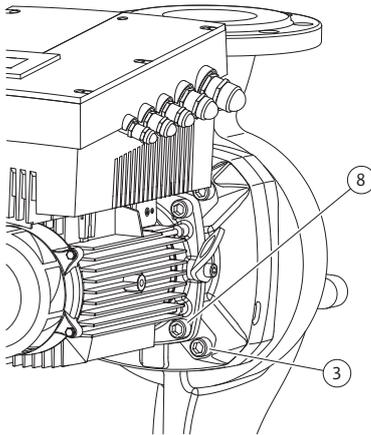

Fig. 49: Optionale Befestigung des Einstecksatzes
11. Die Schrauben (Fig. 7, Pos. 3) lösen und entfernen. Je nach Pumpentypen sind die äußeren Schrauben (Fig. 49, Pos. 3) zu nehmen. Der Einstecksatz (siehe Fig. 13) bleibt nach dem Entfernen der Schrauben sicher im Pumpengehäuse, es besteht auch bei horizontaler Lage der Motorwelle keine Kippgefahr.
16. Je nach Pumpentyp die Schrauben (Fig. 7, Pos. 10) oder alternativ die Schrauben (Fig. 49, Pos. 8) lösen.
22. Die Laterne vorsichtig über die Welle schieben und in der alten bzw. in einer anderen gewünschten, winkligen Lage zum Motorflansch positionieren. Dabei zulässige Einbaulagen der Komponenten beachten (siehe Kapitel 7.1 „Zulässige Einbaulagen und Änderung der Komponentenanzugsmomente“ auf Seite 20). Laterne mit den Schrauben (Fig. 7, Pos. 10) **oder** – bei den Pumpentypen/Laternentypen nach (Fig. 49) – mit den Schrauben (Fig. 49, Pos. 8) am Motorflansch befestigen.